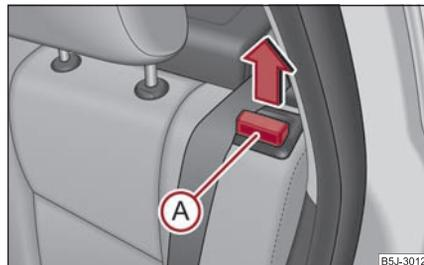

Abb. 68 Sitzlehne entriegeln
- Entriegeln Sie die Sitzlehne durch Ziehen des Sicherungsknopfs A und klappen Sie sie nach vorn ⇒ Abb. 68.
- Vergewissern Sie sich, dass die rote Fläche des Sicherungsknopfs **(A)** nicht zu sehen ist  $\Rightarrow$  Seite 66, Abb. 68.